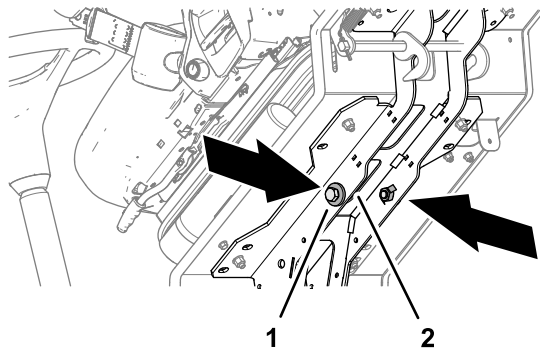

Bild 50
6. Verstauen Sie die beiden Schrauben, (12 x 40 mm) und Beilagscheiben (12 mm) in den Stützschiene der Plattform (Bild 50).